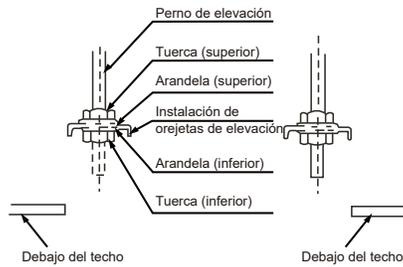

Figura 7
1. Ajuste las posiciones de las tuercas, el tamaño del espacio entre la arandela (inferior) y el techo debe basarse en los trabajos de construcción reales. Vea la Figura 7.